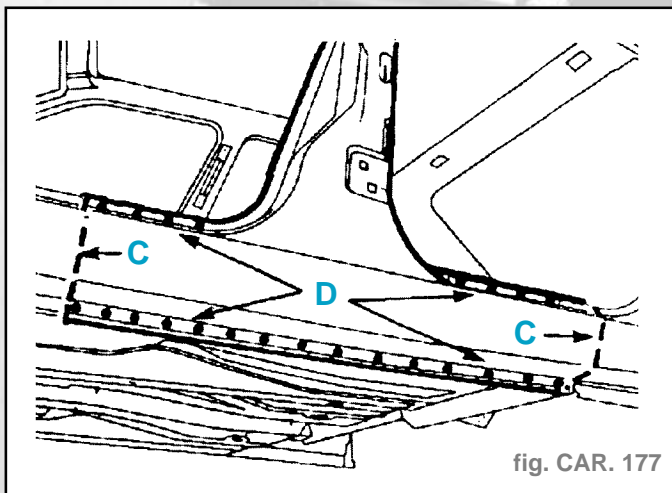

fig. CAR. 177
- Souder par cordons successifs au MIG suivant (A).
- Souder par points électriques suivant (B).
- Souder par cordons successifs au MIG suivant (C) (fig. CAR. 177).
- Souder par points électriques suivant (D).